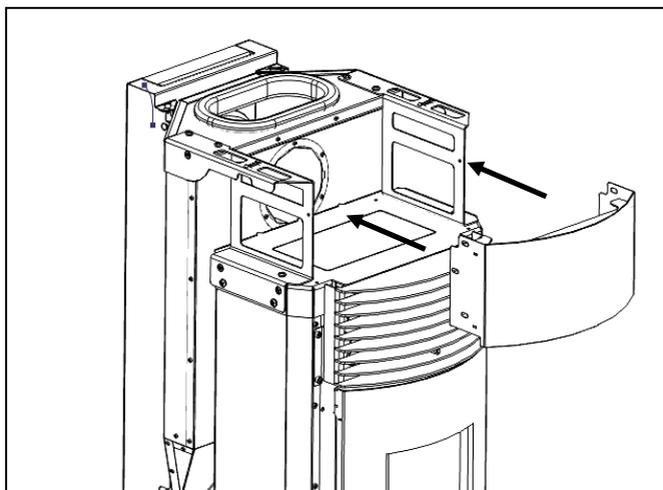

Figure 43 – Fixation avant du cadre
b) Placez l'avant supérieur comme illustré à la Figure 43, en positionnant les languettes de la partie avant sur la face intérieure de la structure.